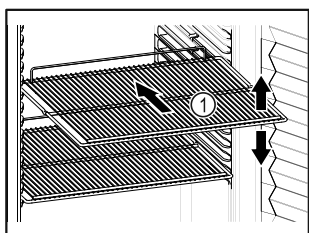

Fig. 88 Ilustrační zobrazení
- ❑ Pokud jsou odstavné rošty Fig. 88 (1) přemístitelné, přizpůsobte je vždy na danou výšku.